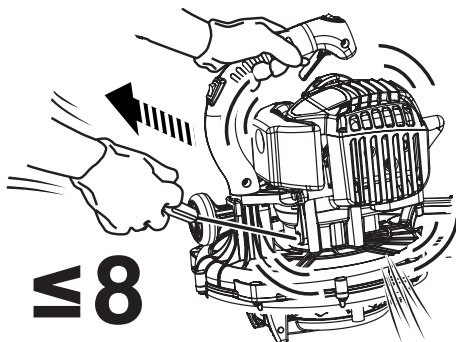

Fig. 13
6. Tirez sur la poignée du lanceur jusqu'à ce que le moteur démarre. Ne tirez pas sur le lanceur à plus de 8 reprises. [Fig. 13]